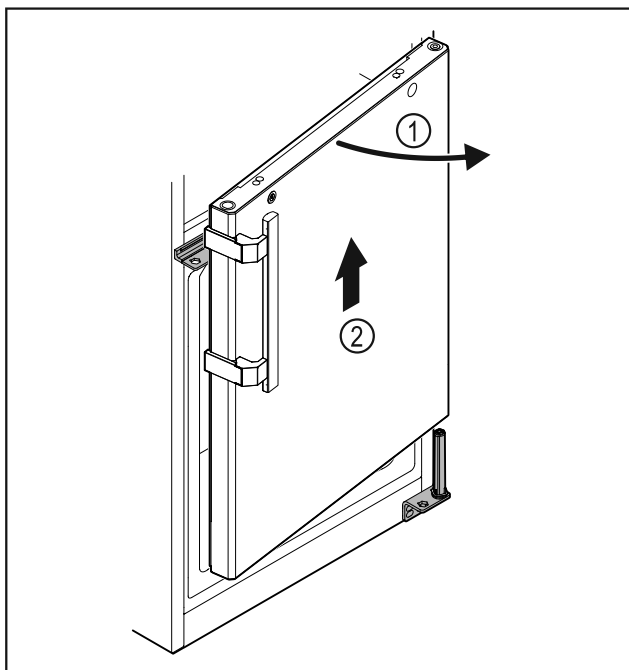

Fig. 28
- 略微打开冰箱门 Fig. 28 (1)，笔直向上提升大约 200 mm 并取下 Fig. 28 (2)。